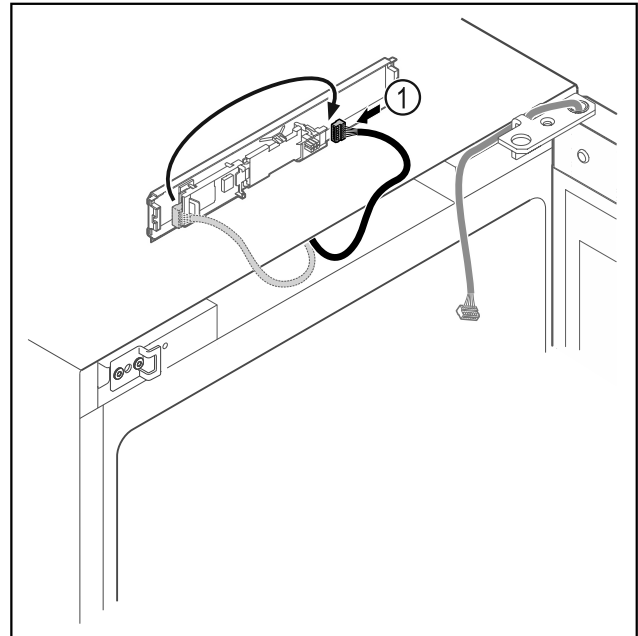

Fig. 19
- ▶ Aseta pistoke Fig. 19 (1) levyyn toiseen kohtaan.